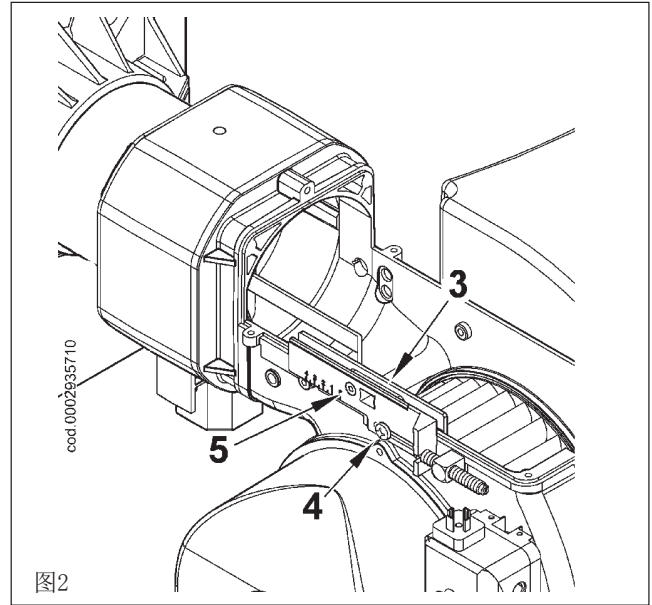

图2
- 2) 确认可移动的盘3被螺丝4固定在原来的位置。以确保在完成维护工作后混合单元可以回到调节前的位置。松开用于固定单元向前推进杆到可移动盘的螺丝5（图2）。